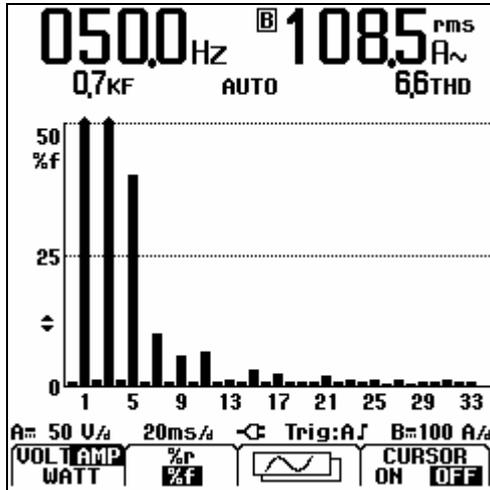

Abbildung 3-2. Anzeige Oberschwingungen
- ②  Öffnen Sie das Anwendungsmenü MENU.
- ③  Markieren Sie HARMONICS.
- ④  Bestätigen Sie Ihre Wahl. Anschließend sehen Sie ein Bild wie in Abbildung 3-2.
Beachten Sie das obere Ende der langen Balken in Abbildung 3-2. Die Pfeilform zeigt an, dass die Oberschwingungen verkleinert dargestellt sind. Beim Vergrößern und Verkleinern der Darstellung ändert sich die Skala links.